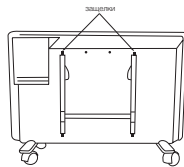

Рис. 4
- нажмите на защелки и потяните кронштейн на себя нажав вниз на две защелки (рис. 4);
Обогреватель не требует специального ухода. Перед обслуживанием (уходом) необходимо выключить прибор из электросети. Корпус прибора следует время от времени протирать мягкой тряпкой или влажной губкой. Ни в коем случае не используйте абразивные, пеномоющие средства и растворители. Произвести чистку пространства позади установленного на стене обогревателя довольно несложно. Нажмите вниз две защелки (рис. 4) на задней стенке обогревателя, и потяните сам обогреватель вперед. После того, как он будет снят, можно будет вымыть стенку, на которой он был установлен. После завершения уборки установите обогреватель в его нор-